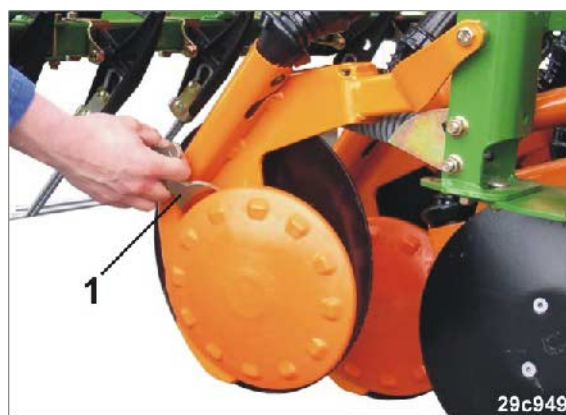

図 161
1. グリップ (図 161/1) を 3 箇所のいずれかに切り替えます。